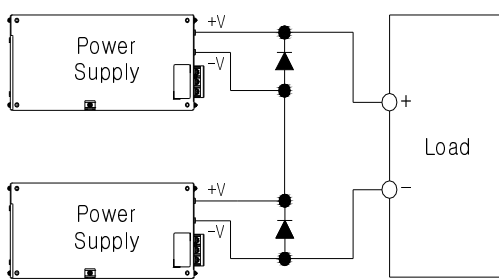
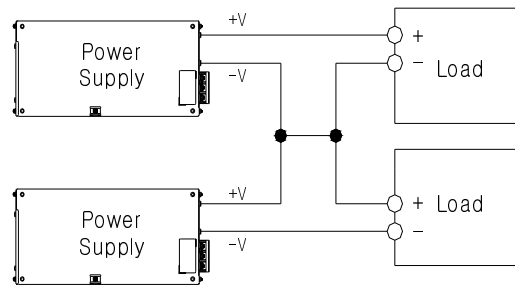

Fig. 8 직렬 운전 방법 A
Fig. 9 직렬 운전 방법 B
- 직렬 운전 시 Fig.8 또는 Fig.9의 결선 방식 모두 사용할 수 있습니다.
※ Fig. 8의 by-pass용 Diode 선정 시 Diode 용량은 SMPS 정격 출력 전압 과 출력 전류 이상의 값을 사용해야 하며 Diode 발열에 대하여 방열 대책이 필요합니다.